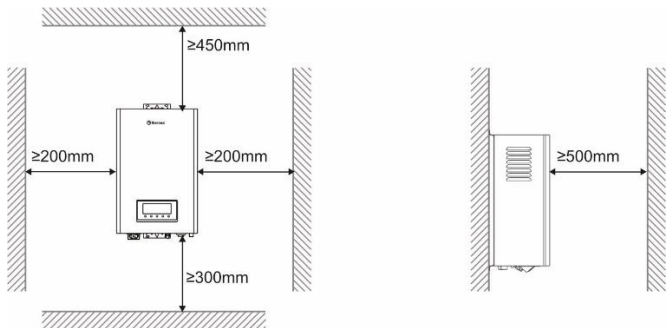

Рис. 5 Минимальные расстояния от электрического котла до стен, пола, потолка.
7.3.1. Размещение прибора на стене (Рис.5)